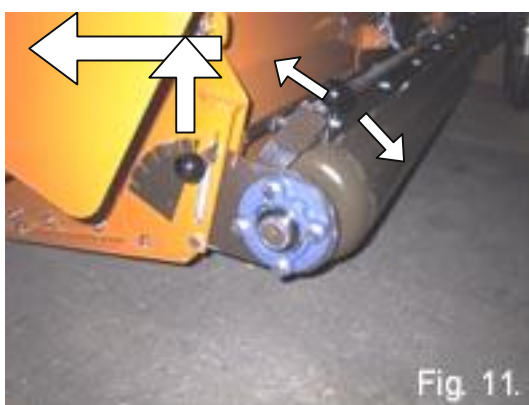

Fig. 11.
Indstilling af slåhøjde (Fig. 11 og 11A)
2. Tag fat om håndtaget G med venstre hånd og håndtaget H med højre hånd (Fig. 11).